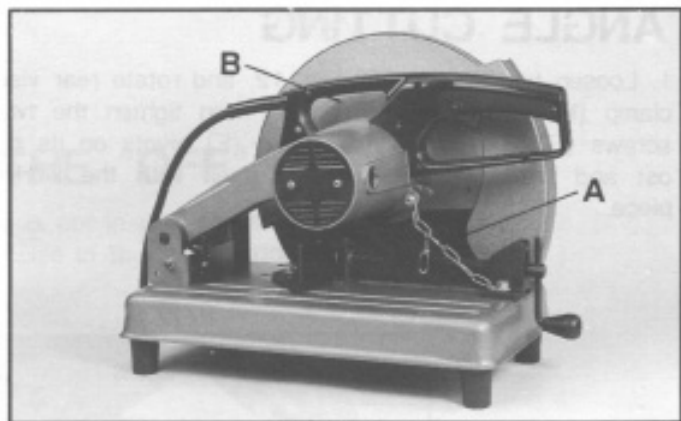

Fig. 16
Pour le transport de la machine, le bloc tête doit être bloqué en position basse par la chaînette (A) FIG.16. Une poignée (B) est prévue pour faciliter ce transport.